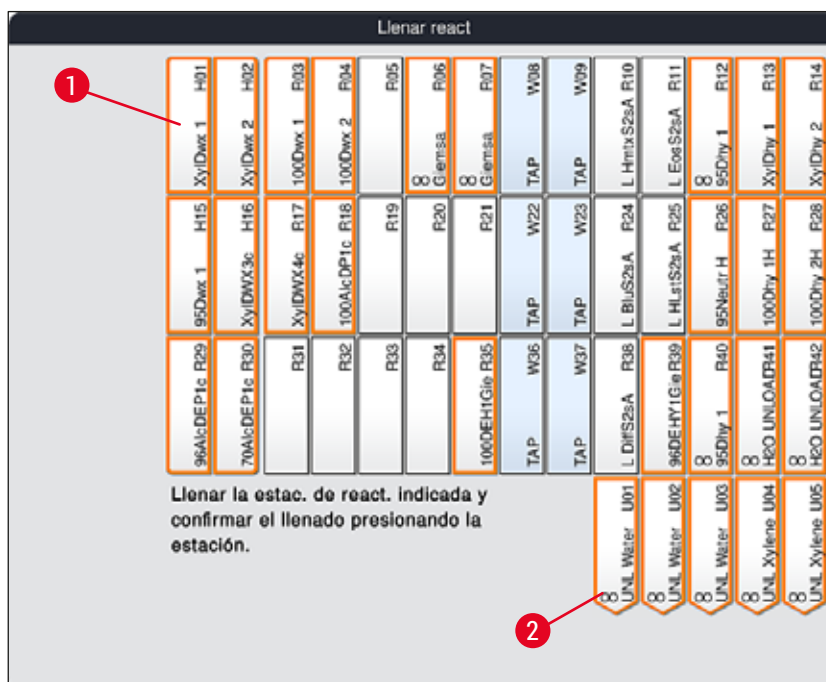

Fig. 56
2. En la nueva ventana **Llenar react** (→ "Fig. 56"), las estaciones que se deben llenar están marcadas en naranja (→ "Fig. 56-1").
Solo los reactivos definidos por el usuario y añadidos de los programas de tinción Leica se muestran con una marca naranja (→ "Fig. 56"). Los reactivos del kit de reactivos Leica se escanean posteriormente (→ P. 82 – Llenado de reactivos del kit de reactivos Leica).